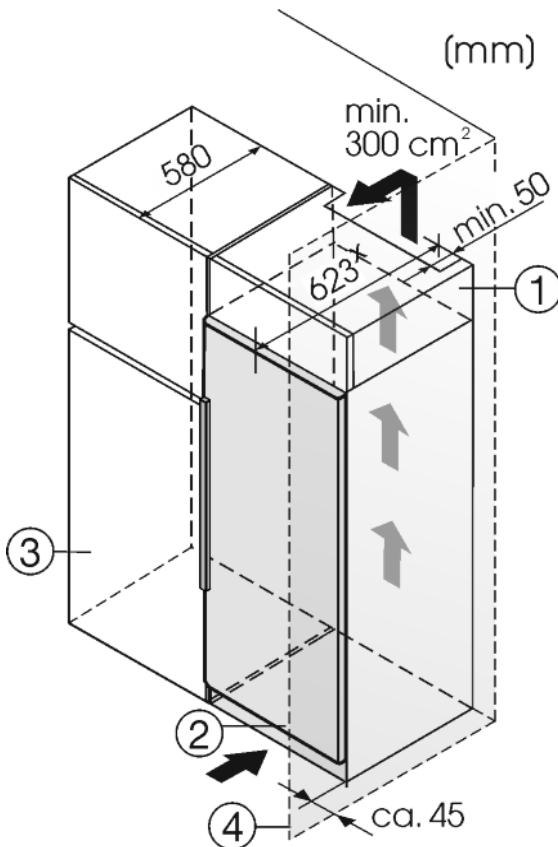

Fig. 8
- (1) Rehausse (3) Buffet de cuisine
(2) Appareil (4) Mur
L'appareil peut être réagencé avec des buffets de cuisine. Pour adapter l'appareil Fig. 8 (2) à la hauteur du coin cuisine, une rehausse Fig. 8 (1) peut être posée sur l'appareil.
Si l'appareil est installé avec les charnières à côté d'un mur Fig. 8 (4), la distance entre l'appareil et le mur doit être de 40 mm min. Ceci correspond à la saillie de la poignée lorsque la porte est ouverte.